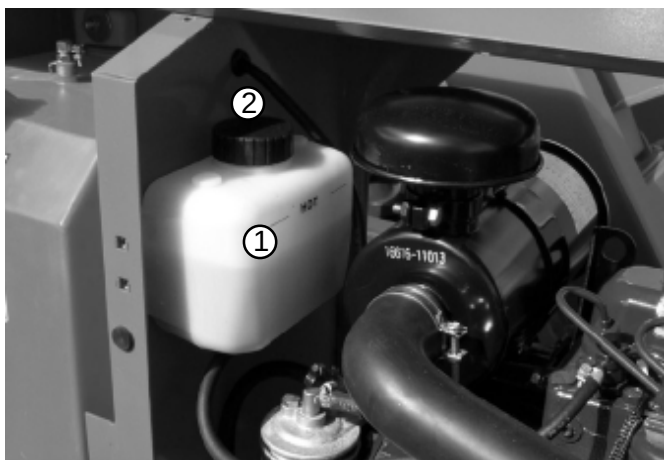

Fig. 7.7 - Kylvätska, motor
Kubota motorn är vätskekyld. Då motorn har arbetstemperatur skall nivån vara vid markeringen HOT (1) (se fig. 7.7). Då motorn är kall skall det finnas ungefär 2.5 cm vätska i botten på tanken.
Stäng av motorn från chassits manövrer. Tag bort locket (2) (se fig. 7.7) från tanken. Fyll på och sätt tillbaka locket.